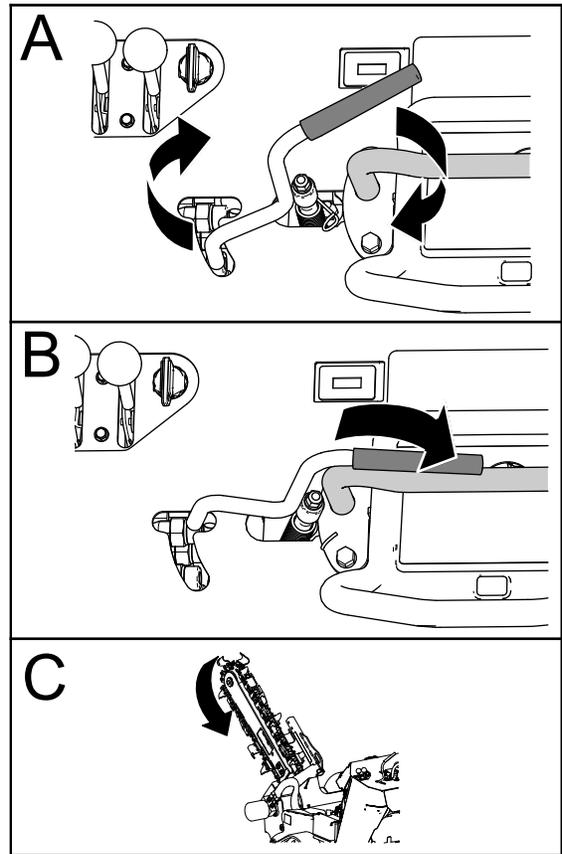

Bild 6
2. Prüfen Sie die Drehung der Grabkette (Bild 6).